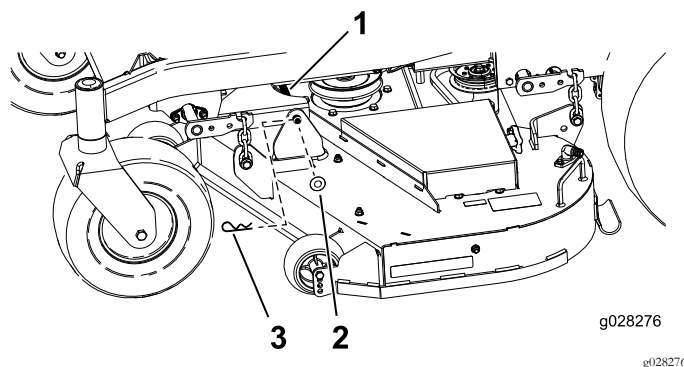

Figura 71
- Remova o perno de ganho e anilha que prendem o pino de articulação à estrutura e plataforma e remova a barra de ligação (Figura 71).
9. Prenda o pino de articulação com os contrapinos e anilhas removidos previamente (Figura 71).